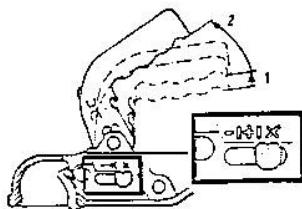

Рис. 1
3. Положение открыто служит к отсоединению или присоединению муфты на шаровую цапфу транспортного средства. Положение арретировано и контрольный индикатор находится в положении "+"(Рис.1).